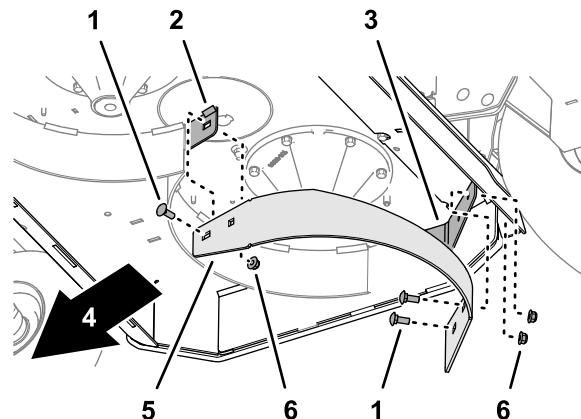

Bild 13
3. Entfernen Sie die drei Schlossschrauben ( $\frac{3}{8}$ " x 1") und die drei Sicherungsbundmuttern ( $\frac{3}{8}"), mit denen das rechte Ablenkblech an der Mulchplattenflansch und das kleine Ablenkblech am Mähwerk befestigt sind, und entfernen Sie das linke Ablenkblech (Bild 13).$